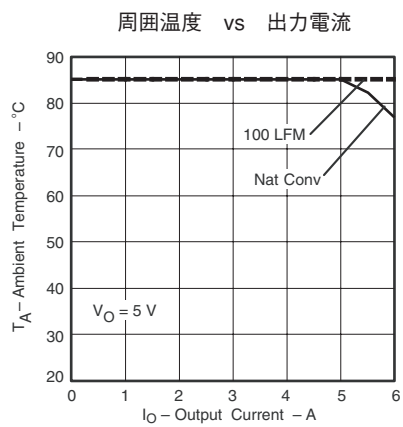
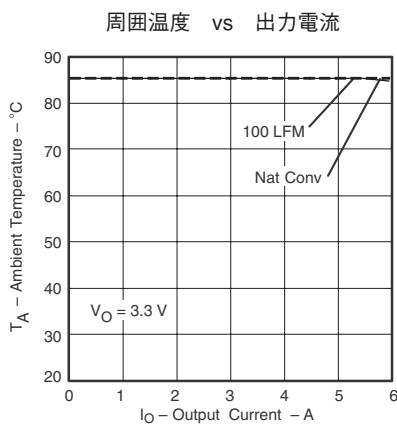

図 4
図 5
- (2) 温度ディレーティング曲線は、内部コンポーネントの温度がメーカーの指定した最高動作温度以下になる条件を表します。温度ディレーティング曲線は、内部コンポーネントがメーカーの最大温度以下で動作する条件を表します。このディレーティング制限は、2オンス (56.69グラム) の銅を使用した、 $100\text{mm} \times 100\text{mm}$ の両面基板に直接半田付けされたモジュールに対して適用します。図4および図5に対して適用されます。